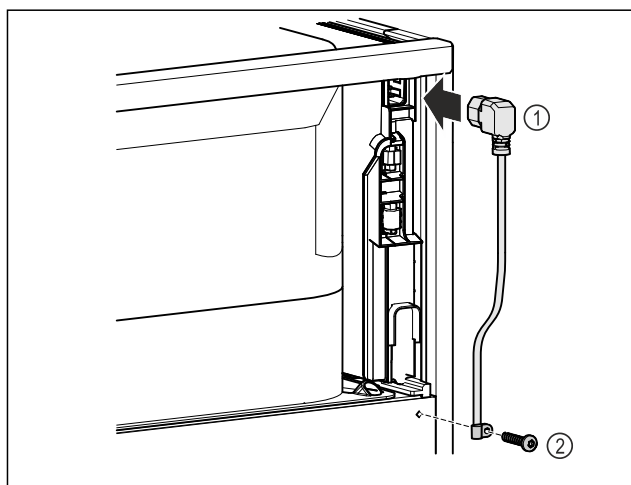

Fig. 76
- Au dos de l'appareil, brancher la prise pour appareil froid du câble d'alimentation Fig. 76 (1).
- Monter le serre-câble. Fig. 76 (2)